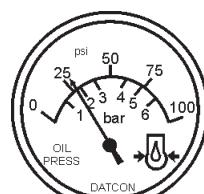

Figura 48.
9. El medidor de presión del aceite (Figura 48) indicará la presión del aceite del motor. Bajo condiciones normales de operación, la presión del aceite es de aproximadamente 44 a 73 psi. (303~503 kPa). Cuando arranca el generador.